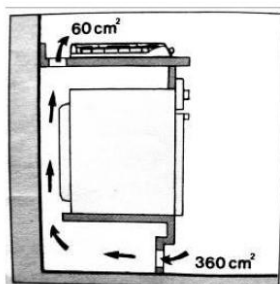
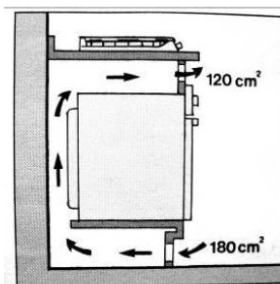

Fig. 5
Fig. 6
- i) Dans le cas de l'installation d'un four encastrable sous la plaque à gaz, il est recommandé d'améliorer la ventilation autour du four. Pour éviter un échauffement excessif, placez une grille pour l'entrée d'air par le bas du four et une autre grille dans le four, partie supérieure de la table de cuisson (fig. 5) ou dans la partie supérieure avant du four (fig. 6).